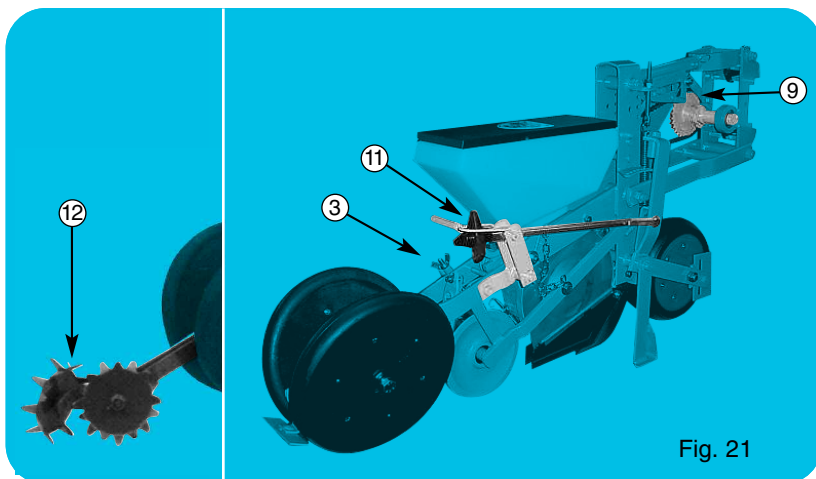
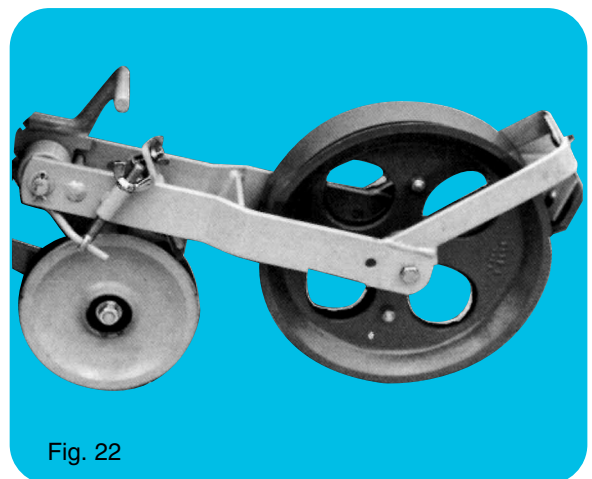

Fig. 21
Fig. 22
- Fig. 21 : ⑩ Mise en terre balancier avec bielle agissant à la fois sur les roues, avant et arrière. Cet équipement s'adapte directement sur les éléments standards après avoir supprimé le levier ①.
- ⑪ Rotoherse réglable en hauteur par vis.
- Fig. 22 : Bloc arrière à roue concave fonte au lieu du bloc à roues inclinées (sans herse).
- Fig. 21 : ⑩ Floating method of planting, acting on front and rear wheels. This equipment can be directly mounted on the standard units after having removed the lever ①.
- ⑪ Adjustment to the height of the crumblers by screw.
- Fig. 22 : Rear unit with concave steel wheel instead of V-wheels.
- Fig. 21 : ⑩ Tandemführung mit vorderen und hinteren Andruckrollen Diese Sonderausrüstung kann direkt an die Standardausführung montiert werden, wenn Sie den Hebel ① abschrauben.
- ⑪ Höhenregulierung der Krümmer mit einer Schraube.
- Fig. 22 : Hintere Konkavandruckrolle aus Eisen anstatt Schrägandruckrolle.